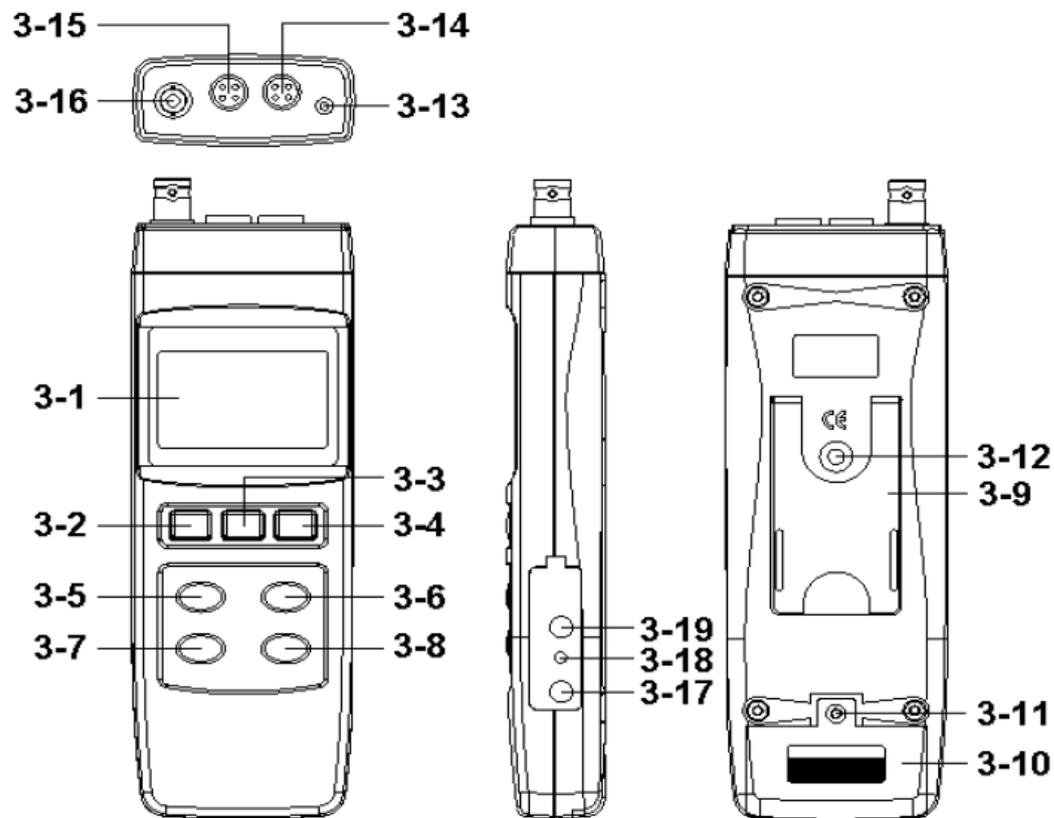
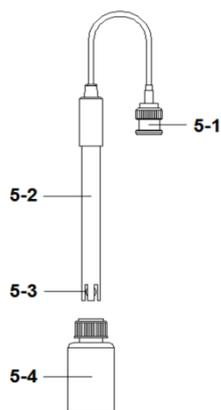

Fig.1
Fig. 2
- 1) Appuyer sur le bouton POWER pour mettre en route l'appareil (3-2, Fig 1)
Utiliser le bouton FUNCTION (3-6, Fig.1) afin de sélectionner le type de mesure souhaité.
- 1) Appuyer sur le bouton POWER pour mettre en route l'appareil. (3-2, Fig.1)
A l'aide de la touche FUNCTION (3-6, Fig.1), sélectionner la fonction de mesure de pH (voir Chapitre 4).
- 2) Préparer la sonde pH (optionnelle), connecter le connecteur BNC de la sonde (5-1, Fig.2) à l'entrée pH de l'appareil (3-16, Fig.1).
- 4) Maintenir le corps de la sonde (5-2, Fig.2) tout en laissant la tête de la sonde, immergée dans la solution puis effectuer de légères secousses.
Lorsque la sonde n'est pas utilisée, conserver la tête de la sonde (5-3, Fig.2) en l'immergeant dans la solution contenu dans la bouteille de protection (5-4, Fig.2)
- 1) A l'aide de la touche FUNCTION (3-6, Fig.1), sélectionner la fonction de mesure mV (ORP). L'afficheur indiquera « mV ».
- 2) Préparer la sonde ORP (optionnelle, FI24PO-2), connecter la sonde à l'entrée BNC (3-16, Fig.1).
- 1) Préparer la sonde pH (optionnelle), et la connecter à l'entrée BNC de l'appareil (3-16, Fig.1).
- 2) Maintenir le bouton POWER pour allumer l'appareil (3-2, Fig.1). Sélectionner la fonction pH.
- 4) Maintenir le corps de la sonde (5-2, Fig.2) tout en laissant la tête de la sonde, immergée dans la solution puis effectuer de légères secousses. La valeur du PH s'affiche à l'écran.
Appuyer sur le bouton ENTER (3-8, Fig.1) pour enregistrer la valeur en mémoire et quitter la procédure de calibration.